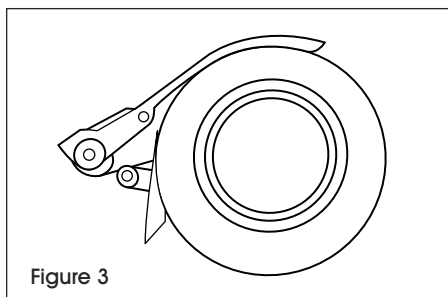

Figure 3
3. Load one roll of tape onto dispenser. (See Figure 3)
3. Placez un rouleau de ruban adhésif dans le dévidoir. (Voir Figure 3)